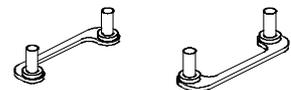

Bild 2-1-2
- ❑ Befestigungs-Bügel (RMAM) - Diese Teile werden von der Rückseite des Mainboards durch die entsprechenden Löcher gesteckt und sichern durch Verschraubung den CPU-Ständer. (Siehe Bild 2-1-2)